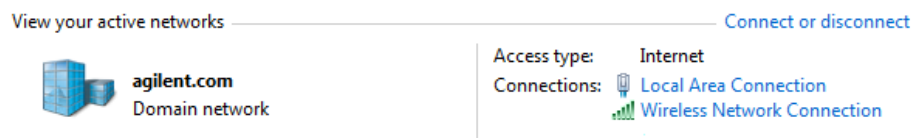

Figura 13 Centro de redes y recursos compartidos – Ver las redes activas
- b En **Redes e Internet**, haga clic en **Ver el estado y las tareas de red** (Figura 13).
Se abrirá la ventana de Centro de redes y recursos compartidos, mostrando sus conexiones de red activas (Figura 13). Tenga en cuenta que la apariencia de la pantalla Centro de redes y recursos compartidos puede variar ligeramente de la que se muestra en la Figura 13 en función de su configuración de red actual.